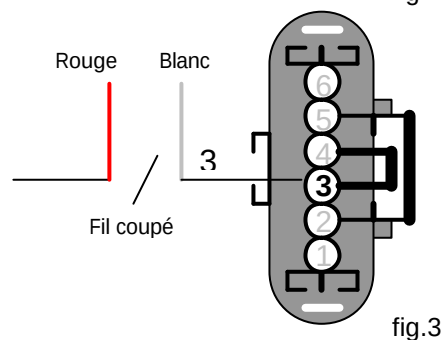

fig.3
- Coupez le fil de la position 3 du connecteur de la pédale. Soudez le fil blanc en position 3 sur le côté du connecteur. Soudez le fil rouge au fil en position 3 sur le côté du câblage principal (fig.3).
- Coupez le fil de la position 4 de la pédale d'accélérateur. Soudez le fil blanc au fil en position 4 sur le côté du connecteur. Soudez le fil rouge au fil en position 4 sur le côté du câblage principal (fig.3)